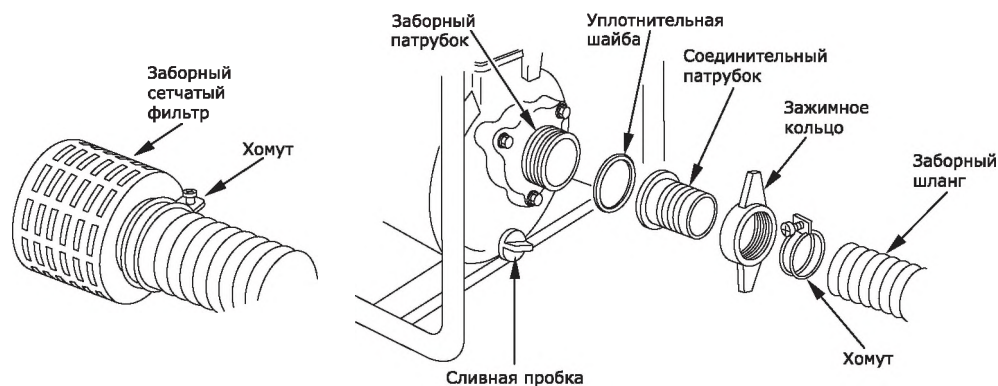

Рис. 14
- подсоедините заборный сетчатый фильтр к заборному шлангу при помощи хомута (рис. 14).